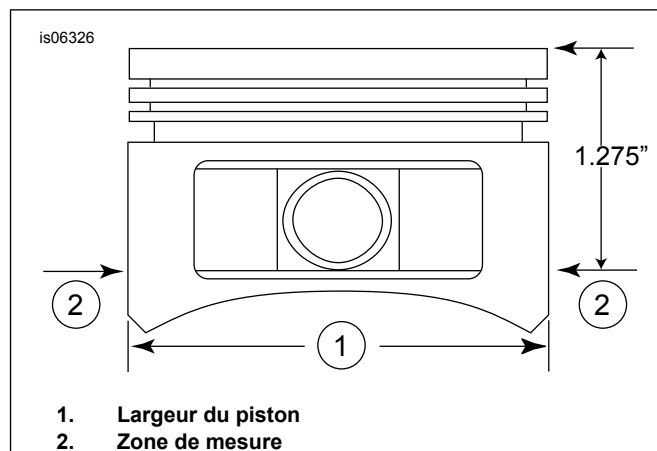

Figure 2. Mesures du piston
5. Consultez Figure 2 . Mesurer la largeur du piston (1), 90 degrés horizontalement à partir des deux côtés du trou de l'axe de piston et 1,275 po (32,385 mm) vers le bas à partir de la surface plane (partie supérieure) du piston (2). Voir Tableau 11 pour les ajustements piston-cylindre à cet endroit.